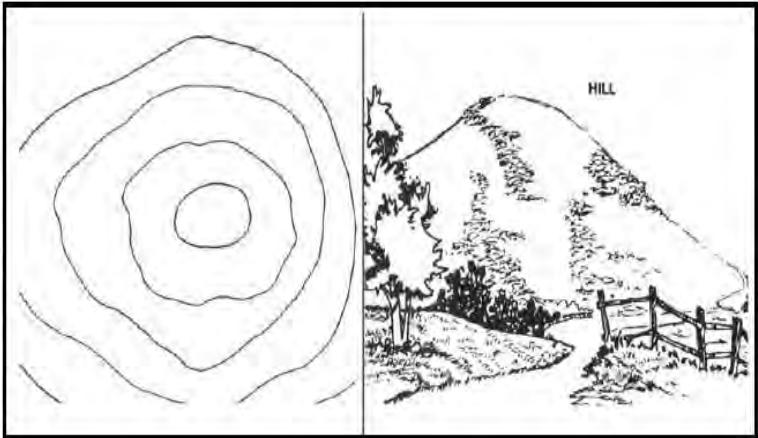

Figure 071-COM-1001-2. Hill.
- b. Identify a saddle (Figure 071-COM-1001-3).